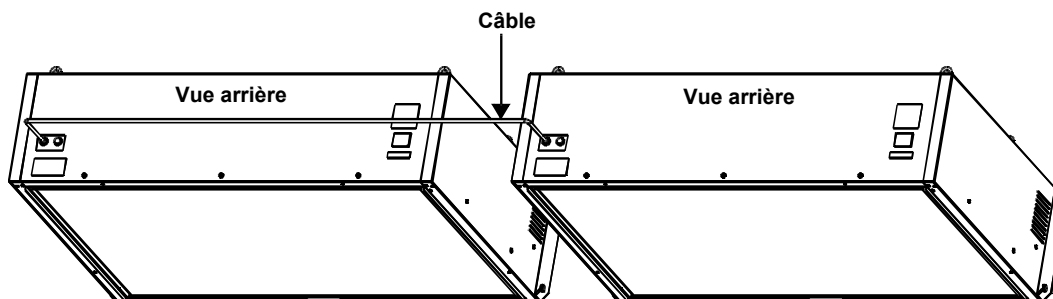

Figure 12. Connexion du câble dans une configuration à deux luminaires
9. Connectez le câble de configuration à deux luminaires entre les deux luminaires. Voir Figure 12.